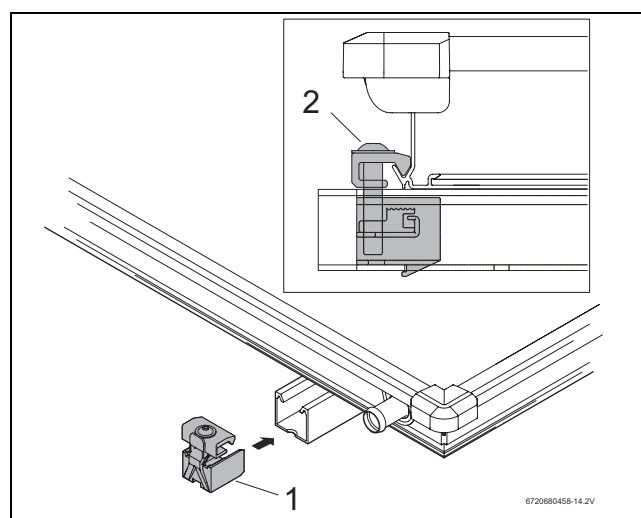

Fig. 44 Tensor unilateral del captador a la izquierda
- Deslice el tensor unilateral del captador (Fig. 44, [1]) en el perfil guía superior e inferior.
- Deslice el tensor unilateral del captador hasta el marco del captador y atorníllelo con una llave de tamaño 5 (Fig. 44, [2]).